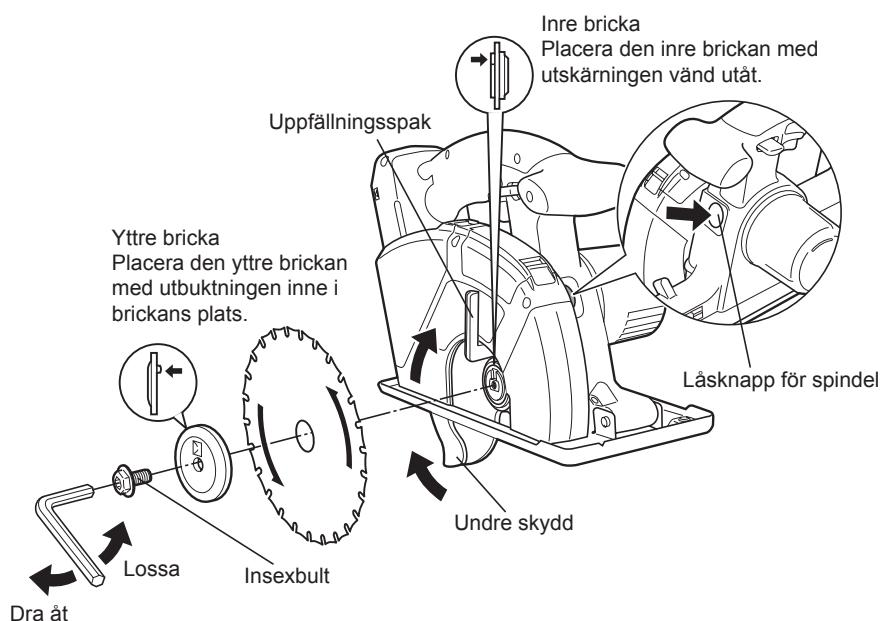

Bild 6
2. Är klingen ordentligt fastmonterad? Kontrollera att insexbulten är ordentligt åtdragen (se bild 6).
4. Montera klingen enligt bilden (se bild 6). Kontrollera att rotationsriktningspilarna på klingen och det genomskinliga skyddet pekar åt samma håll.